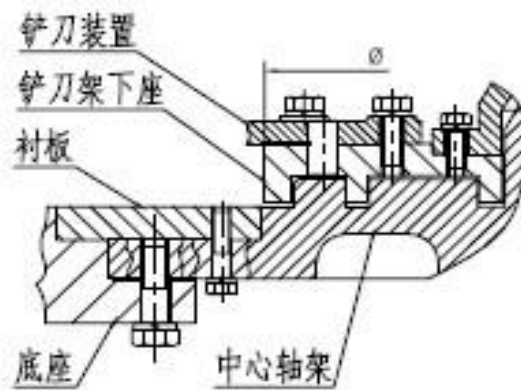

图2 铲刀架结构特征示意图
- 7、主机铲刀架磨损后便于更换，铲刀架由上下二部分组成，下部磨损后拆卸连接螺栓可调换。（见图 2 铲刀架结构特征示意图）